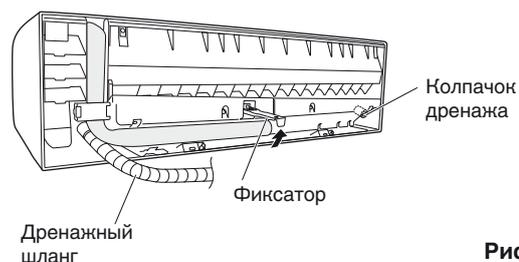

Рис. 3-29
- (a) Найдите дренажный шланг и колпачок дренажа. (Рис. 3-29)
- (b) Открутите винт, которым крепится дренажный шланг с правой стороны, и потяните дренажный шланг для снятия. (Рис. 3-29)